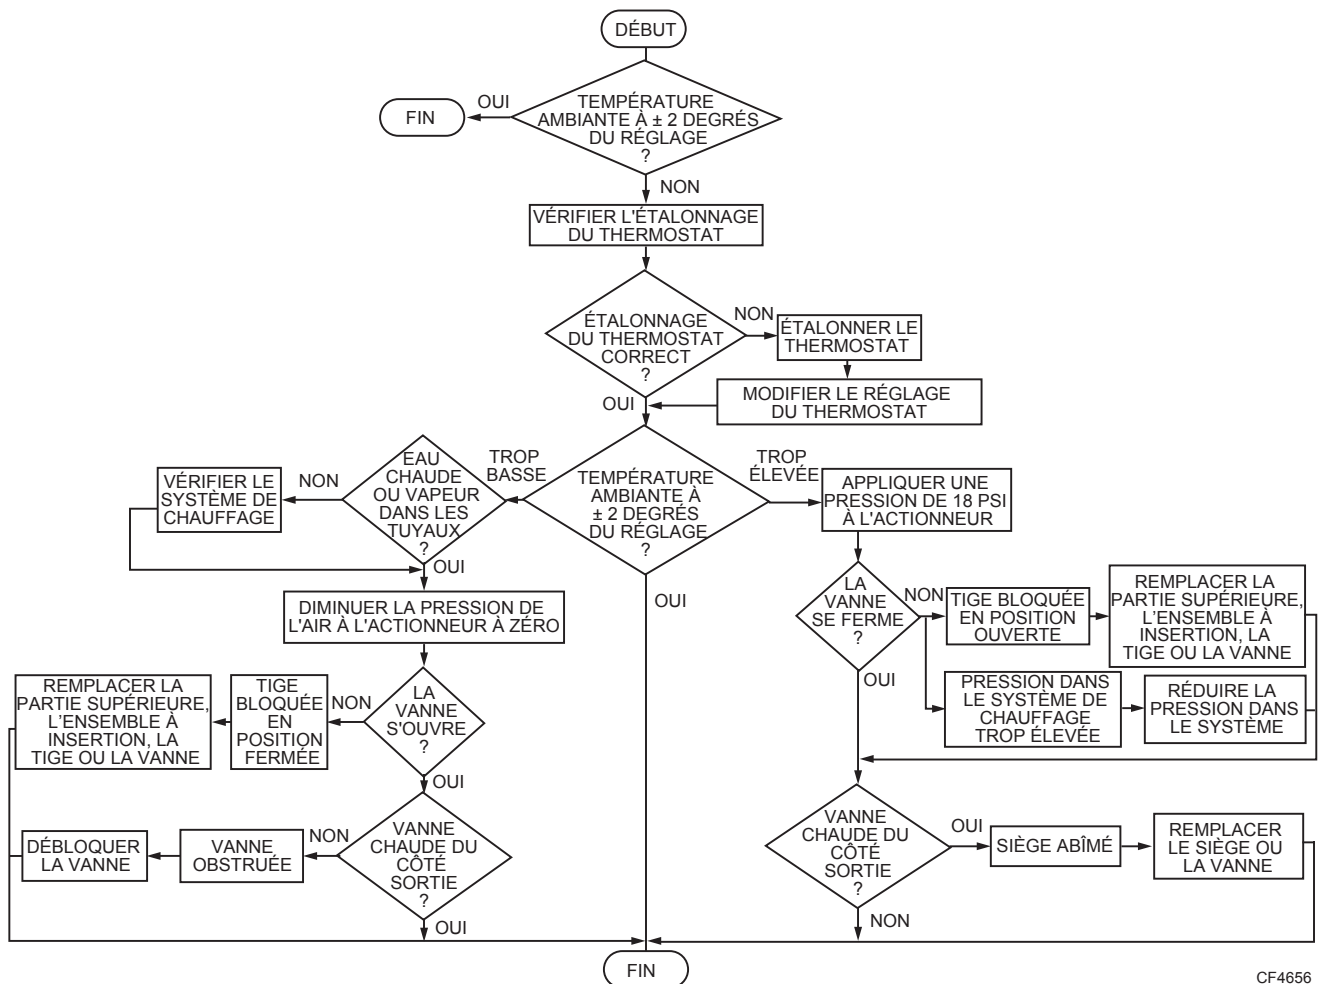

Fig. 4. Diagramme de dépannage des vannes VP525 A et C.
- b. À l'aide du diagramme de dépannage (Fig. 4) vérifier s'il y a assez de pression dans la canalisation pour assurer une étanchéité complète et si la pression dans le système est excessive.
- (1) Si la pression d'air se maintient et que le fluide de chauffage continue de circuler dans la vanne, la tige de la vanne est bloquée ou le bouchon moulé et le siège sont défectueux.
- (2) Démontez la vanne pour remplacer ces pièces (Voir la section Remplacement de la tige et du porte-obturateur ou du siège de la vanne).